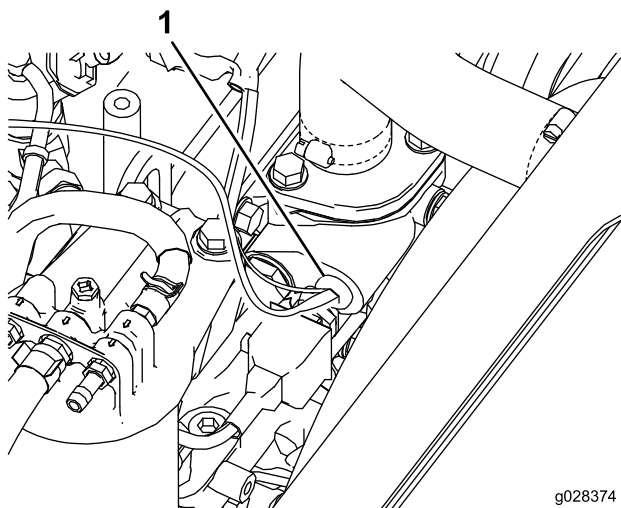

Figura 20
- Desligue os fios e retire o interruptor térmico do lado esquerdo da estrutura do termostato do motor (Figura 20).